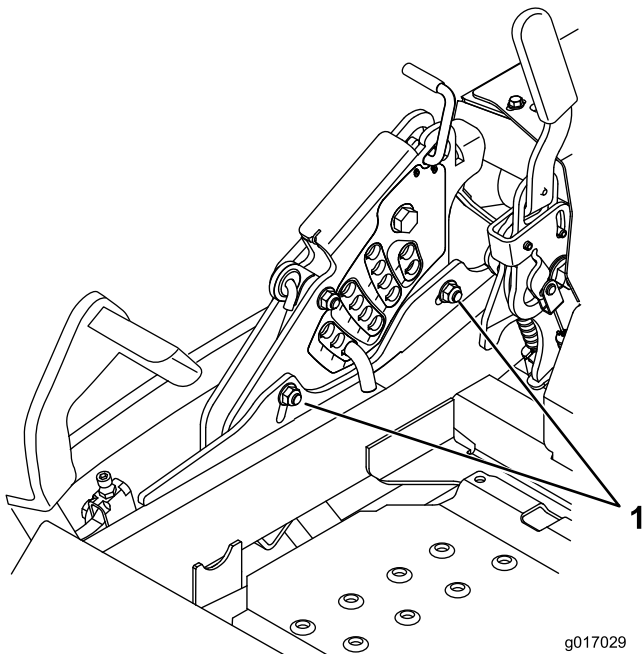

Figura 92
- 12. Para ajustar el sistema de ajuste de un solo punto, afloje los dos pernos situados cerca del borde inferior de la pletina de altura de corte. Consulte Figura 92.
14. Apriete los dos pernos situados cerca del borde inferior de la pletina de altura de corte (Figura 92). Apriete a 37-45 N-m.